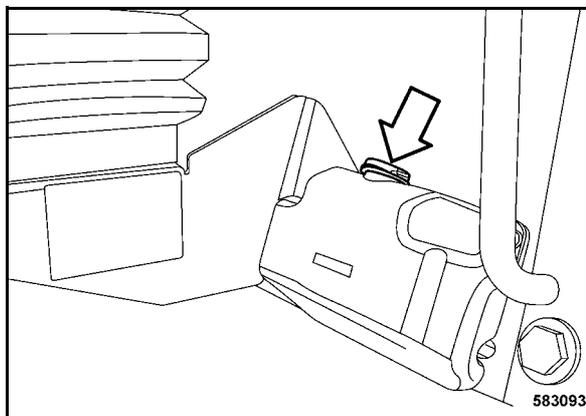

Рис. 198
- Проверить уровень жидкости в резервном баке (Рис. 198); при необходимости, долить жидкость.